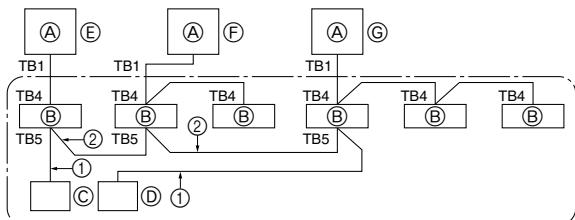

Fig. 8-1
8. Управление системой (Fig. 8-1)
⑤ SW 1 - 3 ~ 6	ON